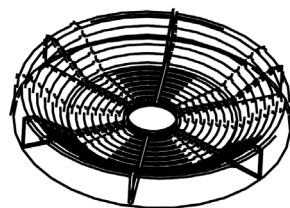

Rys.3
- korzystając z załączonego szablonu, w dolnej półce szafki wiszącej wyciąć otwór Ø 130 mm pod rurę odprowadzającą zużyte powietrze oraz wywiercić otwory pod wkręty mocujące okap (Rys. 3)
- korzystając z załączonego szablonu, w dolnej półce szafki wiszącej wyciąć otwór  $\varnothing$  130 mm pod rurę odprowadzającą oczyszczone powietrze oraz wywiercić otwory pod wkręty mocujące okap (Rys. 3),